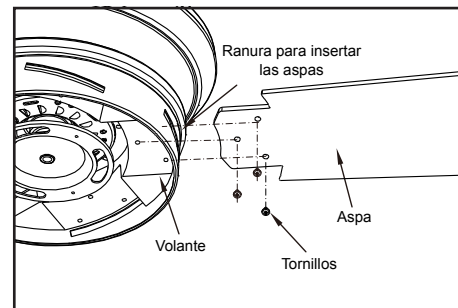

Figura 12
1. Inserta el asa en la abertura del centro del volante, alinea los tres orificios para tornillo en el asa con sus correspondientes en el volante, y asegura con los tornillos incluidos. (Figura 12)